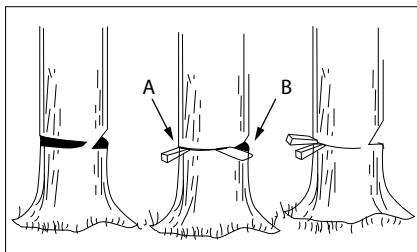

Рис. 16
Използвайте дървени или пластмасови клинове (A), за да предотвратите засядане на шината или веригата (B) в среза. Клинове също контролират изсичането (рис. 16).